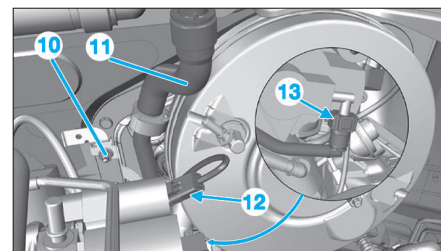

Fig. 20
- Déposer l'écrou (10) (Fig.20).
- Désaccoupler puis écarter le durit (11) du radiateur de chauffage.
- Débrancher le connecteur (12).
- Débrancher le raccord encliquetable (13).